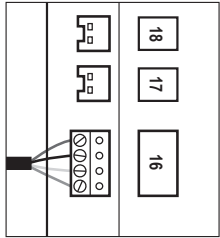

Figure 3. AquaLink RS 485 Communication (4-Wire Connection)
- Wire as shown in Figure 3, FROM TOP TO BOTTOM RED, BLACK, YELLOW, AND GREEN.
- Câbler comme illustré sur la Figure 3, du haut vers le bas, ROUGE, NOIR, JAUNE et VERT.